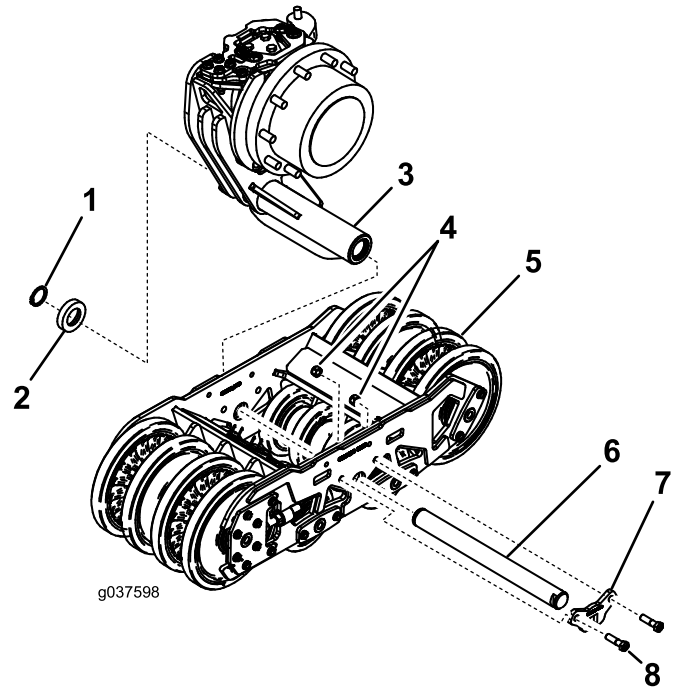

Figura 16
- Perno del ajustador de oruga (2)
- Instale el bastidor del chasis en el soporte de montaje del bastidor con el eje de pivote (Figura 16).
- Instale el eje de pivote completamente a través del bastidor del chasis (Figura 16).
- Instale el espaciador y el anillo de retención en el extremo del eje de pivote (Figura 16).